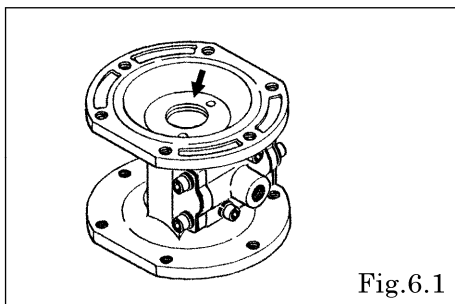

Fig.6.1
- ・スナップリングプライヤーを使用して穴用C型止め輪を外し、ガイドブッシュ、スペーサーセンターロッド組立を取り外す。〔Fig.6.1〕